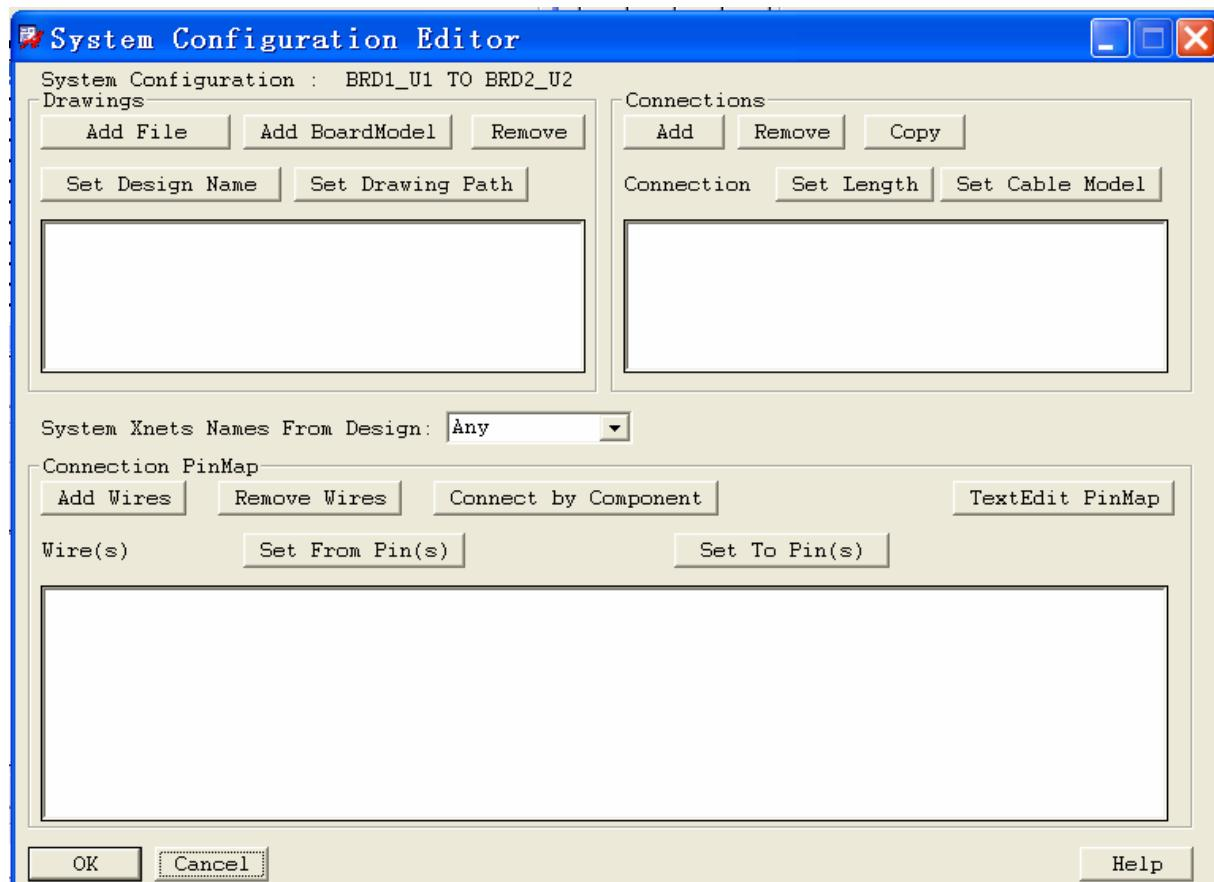

图 7-12 DesignLink 的 System Configuration Editor 界面
3、点击模型浏览器中的 Edit 按钮。（系统配置编辑器出现，图 7-12）